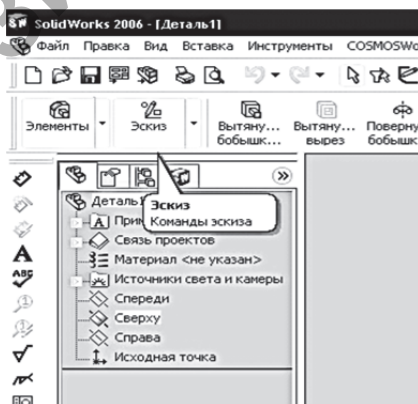

Рисунок 3.2
2. В дереве конструирования выберите плоскость «Сверху» и в появившейся панели выберите команду «Эскиз» либо щёлкните на одноименной кнопке на ленте, перейдя на вкладку «Эскиз» (рис. 3.2).